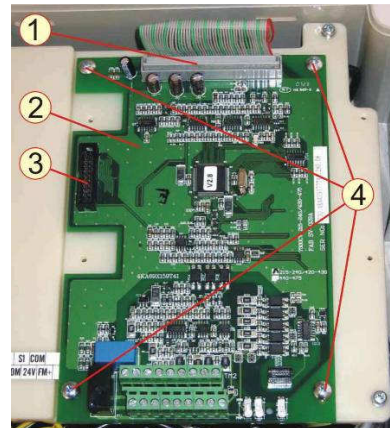

Рис.6.4
**6.3.3** Отсоединить розетку плоского кабеля платы драйверов из разъема 1 на плате 2 (рис.6.4).
**6.3.4** Выкрутить четыре самонарезающих винта 4, снять плату 2 (рис.6.4). Положить винты и плату в тару.